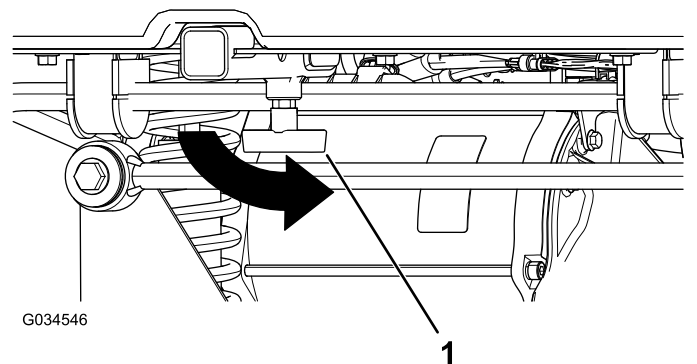

Figure 16
4. Resserrez la poignée en « T » en la tournant dans le sens antihoraire (Figure 16).